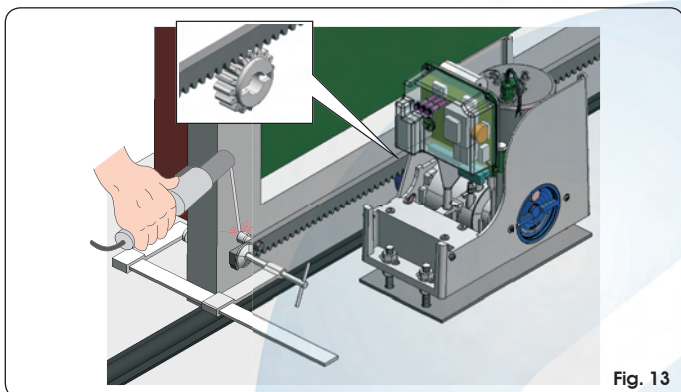

Fig. 13
- c Poser sur le pignon le premier élément de la crémaillère au niveau correct et souder le cliquet taraudé sur le portail d'après la Fig.13.